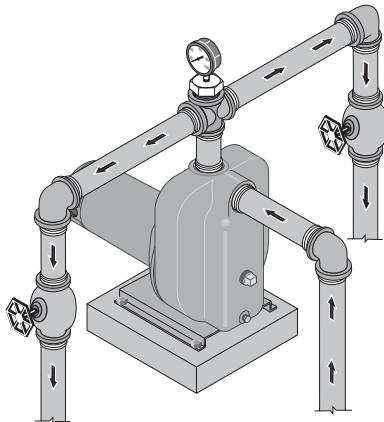

FIGURE 3 - TUYAUX DE REFOULEMENT MULTIPLES
Cette pompe est conçue pour être utilisée dans un étang, une citerne ou un puits à pointe filtrante. Le refoulement de la pompe peut être divisée pour alimenter deux(2) dispositifs ou plus d'arrosage automatique. Un exemple de tuyaux de refoulement multiples est illustré à la figure 3.